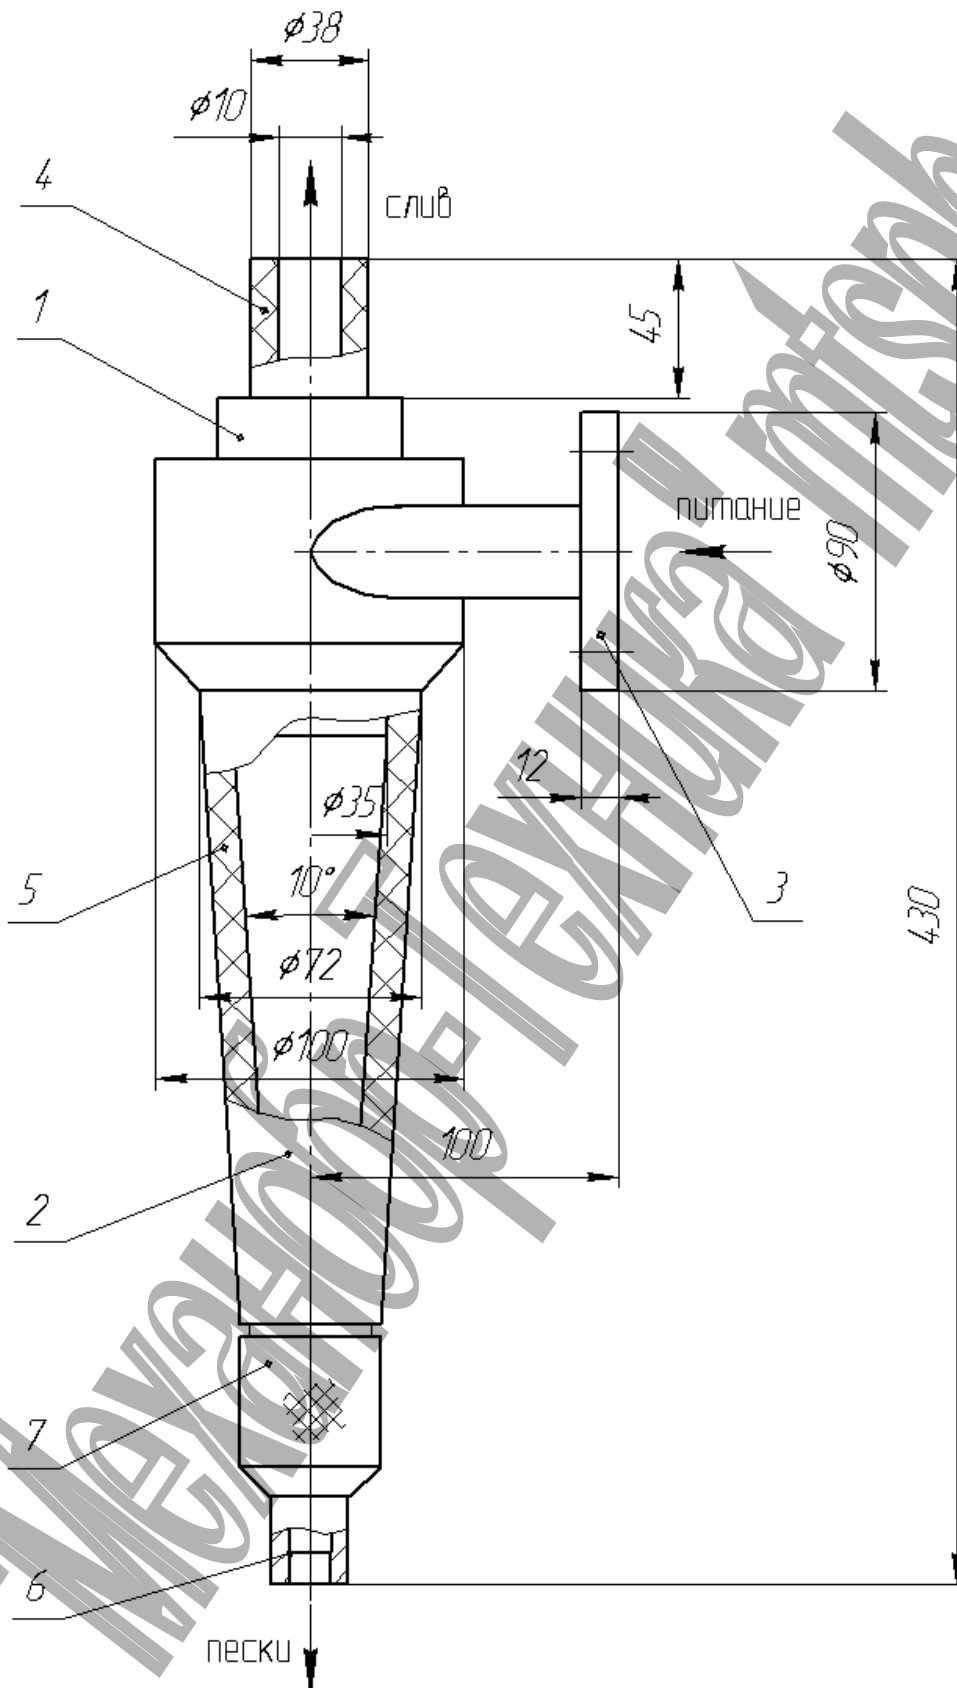

Рис. 1. Гидроциклон полиуретановый ГЦП-35
Гидроциклон (рис. 1) состоит из цилиндрической 1 и конусной частей 2.
6.6. На вершине конуса установить песковую насадку с диаметром отверстия, требуемого по условиям технологического процесса, которая крепится посредством гайки 7 (рис. 1).